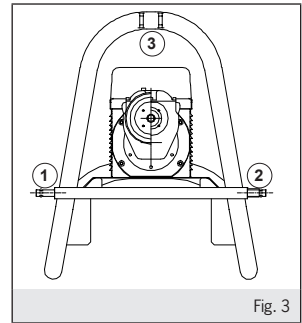

Fig. 3
- che i tre punti di ancoraggio (fig.3) previsti siano perfettamente fissati e bloccati con i pezzi in dotazione. L'errato ancoraggio provoca il ribaltamento della macchina con grave pericolo per l'operatore.
- the three links (fig.3) are perfectly fastened and locked with the accessories provided. If wrongly anchored the machine could tip over causing a severe hazard for the operator.
- les trois points d'ancrage (fig.3) prévus sont parfaitement fixés et bloqués avec les pièces fournies. Un ancrage incorrect provoque le basculement de la machine et constitue donc un grave danger pour l'opérateur et l'endommagement du produit.